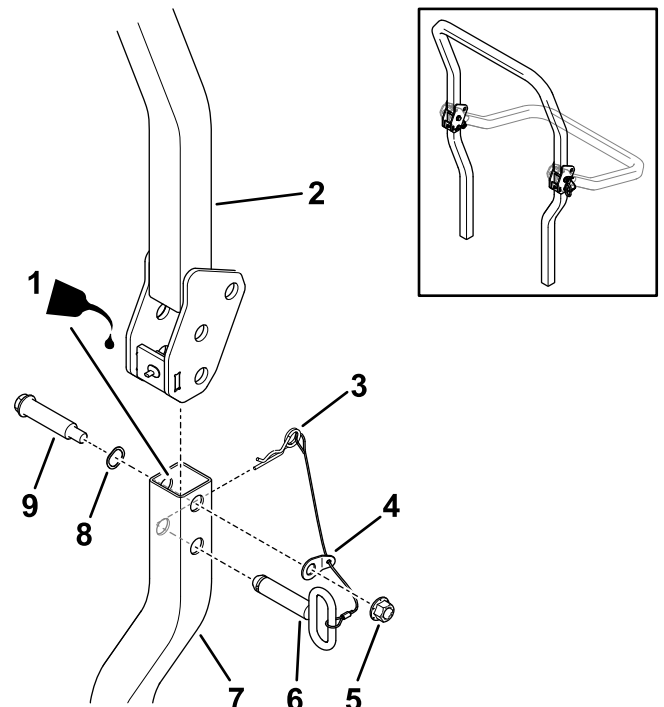

Figure 12
5. Huilez légèrement les surfaces intérieures des tubes inférieurs de l'arceau de sécurité (Figure 12).
6. Fixez légèrement la partie supérieure de l'arceau de sécurité à la partie inférieure à l'aide de 2 boulons à épaulement, 2 rondelles ondulées, 2 rondelles à languette fixées aux cordons et 2 contre-écrous (1/2"), comme montré à la Figure 12.
8. Redressez la partie supérieure de l'arceau de sécurité, installez les goupilles de verrouillage (les poignées ovales doivent être à l'extérieur de la machine), et fixez-les en place de chaque côté avec des goupilles fendues (Figure 12).